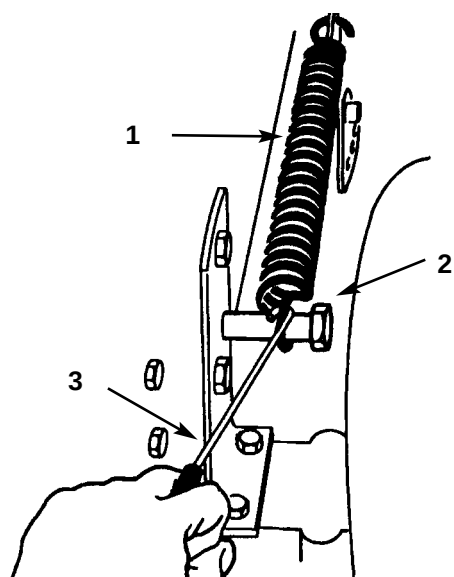

Fig. 39
4. Fjern løftehjælpefjederen fra holdebolten (fig. 39) ved hjælp af fjederredskabet, som følger med maskinen. Fjederen sidder mellem rammen og højre baghjul.
13. Sæt klippehøjdehåndtaget (klippeenhedsløftet) ind i "D" udskæringen. Hæng løftehjælpefjederen på holdebolten for opbevaring (fig. 39).